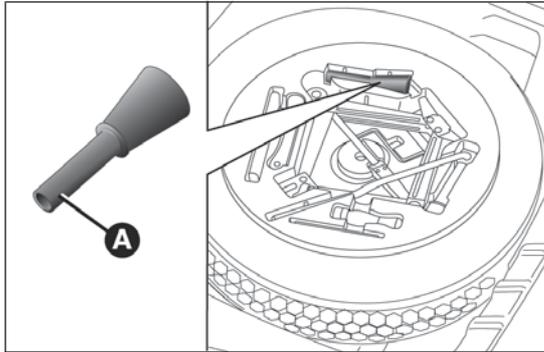
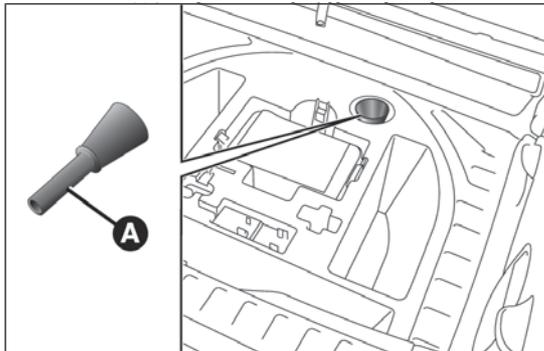

fig. 127
fig. 128
- abrir el maletero y utilizar el correspondiente adaptador A situado en la caja de herramientas (versiones equipadas con rueda de repuesto - para versiones/países donde esté previsto) fig. 127 o en la caja del Fix&Go Automatic (versiones equipadas con Fix&Go Automatic) fig. 128;